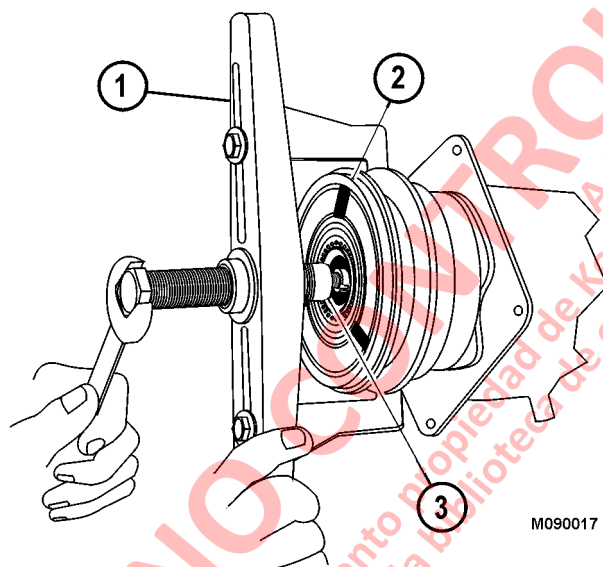

FIGURA 4-23.
9. Instale el extractor de polea (1, Figura 4-23) y el piloto del extractor (3) en el compresor, como se muestra en la imagen. Si se usa una polea con varias ranuras, instale piernas de extractor (J-24092) en el extractor en lugar de las ramas estándar. Extienda las piernas del extractor a la